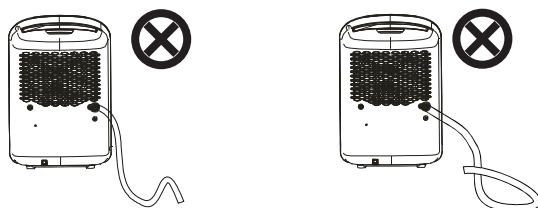

Fig. 9
- Veillez à ce que le tuyau d'eau soit en pente vers le bas et laisser couler l'eau en douceur. Ne pas installer le tuyau d'eau comme indiqué (Fig.9) Le tuyau ne doit pas surmonter de dénivelés ou être plié.